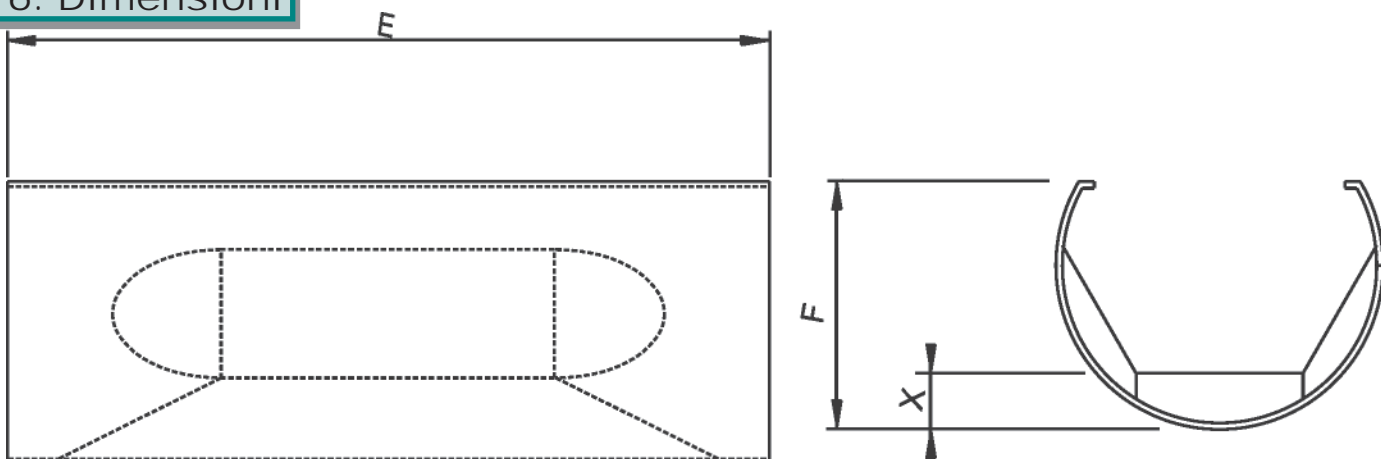

Fig. 10
- dimensione "E" del canale **Palmer Bowlus** (vedi fig.10)
- dimensione "E" = **950mm** (vedi fig.10)